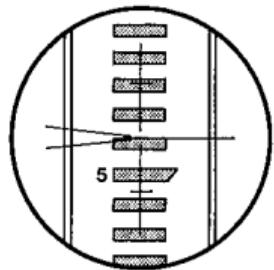

図4.7
3) 微動ねじ⑧を回して視野の中央近くに目標物を入れ、合焦つまみ⑩を回して目標物にピントを合わせます。(図4.7)